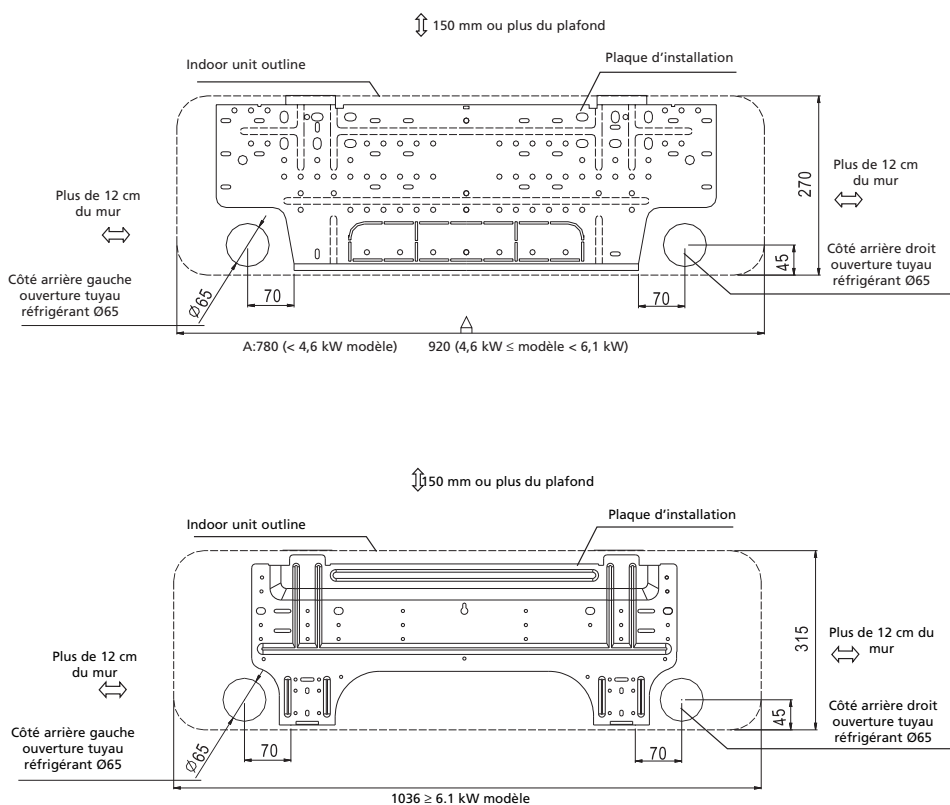

Fig. 5
1. Déterminer la position des trous en fonction du diagramme illustré à la Fig.5. Percer un ① trou ( 65 mm) en inclinant légèrement vers le bas (côté extérieur) afin d'éviter la pénétration d'eau vers l'intérieur.